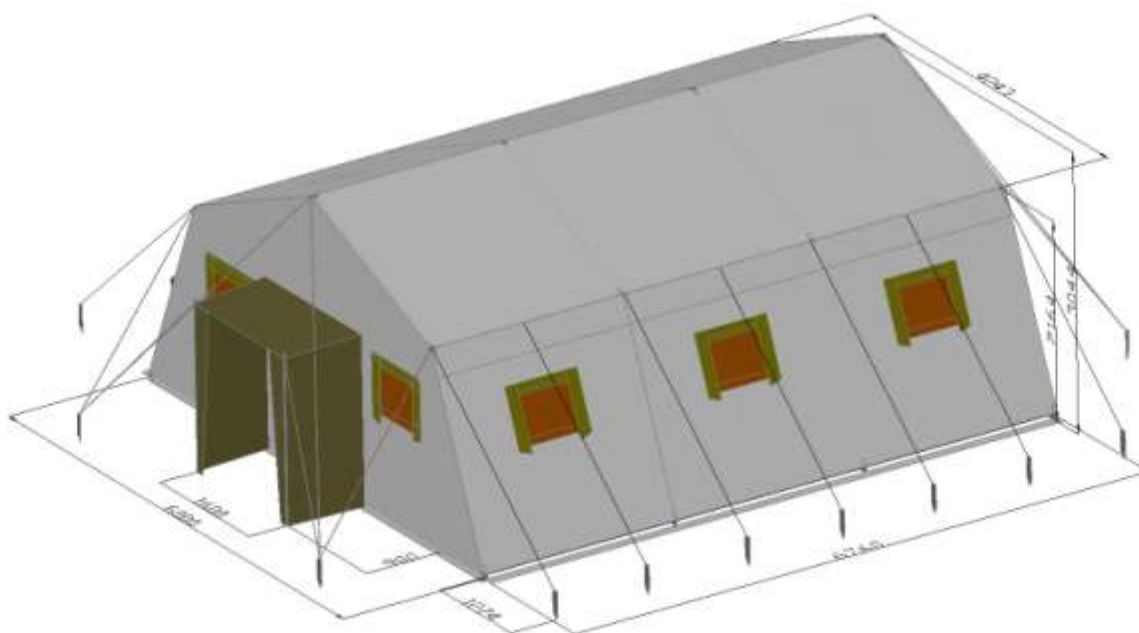

Рис.6
5.6. Последовательно поднимая наружный намет, уложить его на собранную часть каркаса крыши, а затем аккуратно расправить по крыше. См. Рис.6.